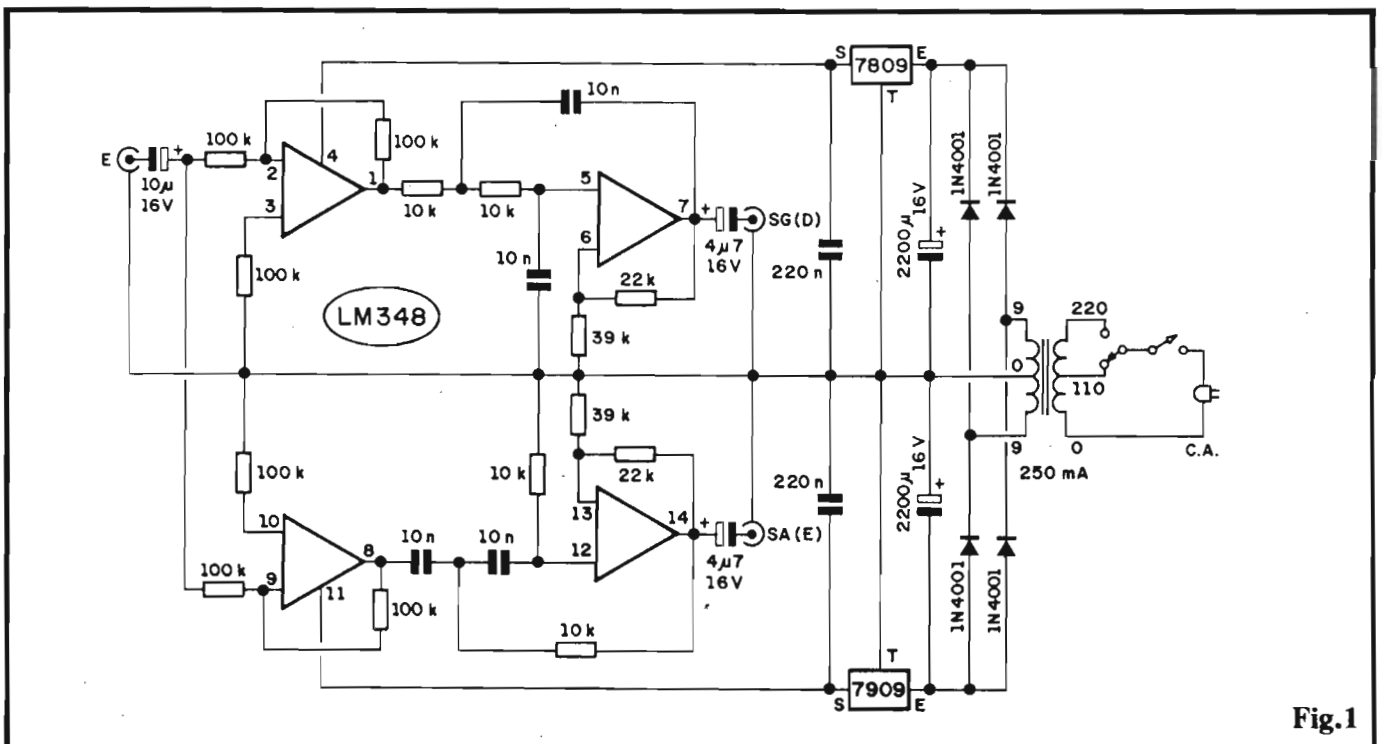
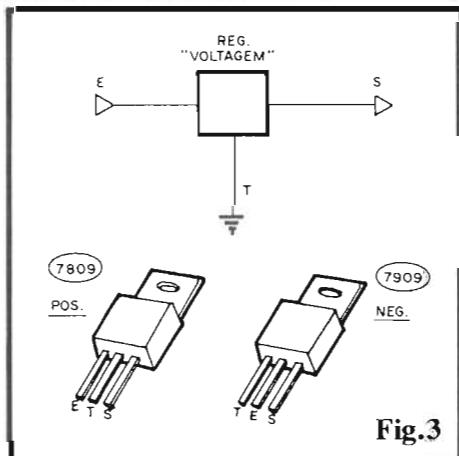

Fig. 1
Fig.3
- FIG. 1 - O CIRCUITO - Dentro da
limite, e como "agudos" os acima... As citadas redes RC de filtragem de "segunda ordem", encontram-se nas funções de realimentação positiva dos respectivos Amp.Ops. Já no ramo de realimentação negativa, os resistores de 22K e 39K determinam o ganho de cada módulo... Através dos capacitores de passagem no valor de 4u7 (aos pinos 7 e 14 do LM348), os sinais, já divididos em graves e agudos, são entregues às Saídas - respectivamente "SG" e "SA"... Observando agora os estágios iniciais (esquerda, como é convencional, no esquema da fig. 1) do circuito, temos a Entrada geral, mono, "E", aplicado simultaneamente a dois blocos de isolamento (buffers), com ganho unitário (não amplificam, apenas "isolam" a Entrada dos blocos de filtragem e Saídas...), que ao mesmo tempo permitem o "casamento" com fontes de sinal as mais diversas, em impedâncias e níveis e não "carregam" os relativamente sensíveis blocos de separação tonal, posteriores... Os resistores de 100K acoplados na realimentação/polarização de tais blocos iniciais (Amp.Ops. delimitados pelos pinos 1-2-3 e 8-9-10, respectivamente) determinam o ganho 1 e as impedâncias gerais do grupamento de Entrada, a qual recolhe o seu sinal via capacitor eletrolítico de 10u... Para perfeito equilíbrio do funcionamento dos blocos/módulos, e também no sentido de minimizar a quantidade de componentes de polarização dos Amp.Ops., usamos uma alimentação
FIG. 3 - DETALHAMENTO DOS INTEGRADOS REGULARES DE TENSÃO - Os dois Integrados reguladores de Tensão indicados no diagrama do circuito (fig. 1) e na LISTA DE PEÇAS, "parecem" com meros transistores de Potência da série "TIP" (três terminais, com lapela